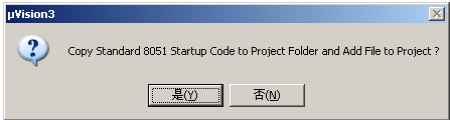

图 24-21 “ μ Vision3”对话框
(3) 单击“确定”按钮，此时弹出“ μ Vision3”对话框，如图 24-21 所示。单击“是”按钮，完成工程的建立。